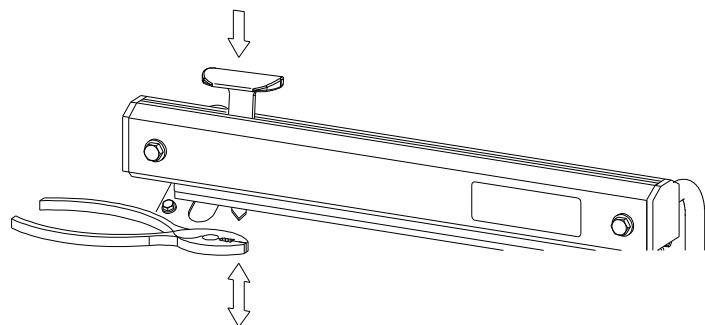

Fig. 2
7. En slitt kniv skiftes enkelt ved å trykke ned den røde knivholderen, dra ut den gamle kniven og skyv inn en ny. Kniven er meget skarp og det anbefales derfor å holde kniven med en tang (fig.2).
7. Zużyty noż można wymienić poprzez wcisnięcie czerwonego uchwytu noża, wyciągnięcie starego noża i włożenie nowego. Zaleca się, aby przy tej czynności posłużyć się kombinerkami (Rys. 2).